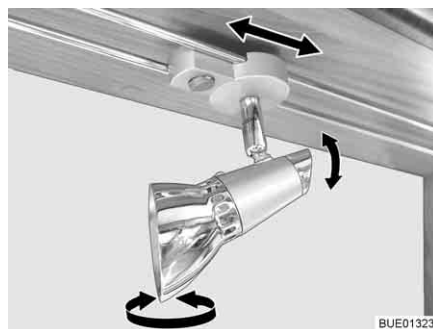

Fig. 53 Spot
*Tourner :* ■ Saisir le boîtier (Fig. 53,1) et le tourner.
*Faire coulisser :* ■ Saisir le support (Fig. 53,2).